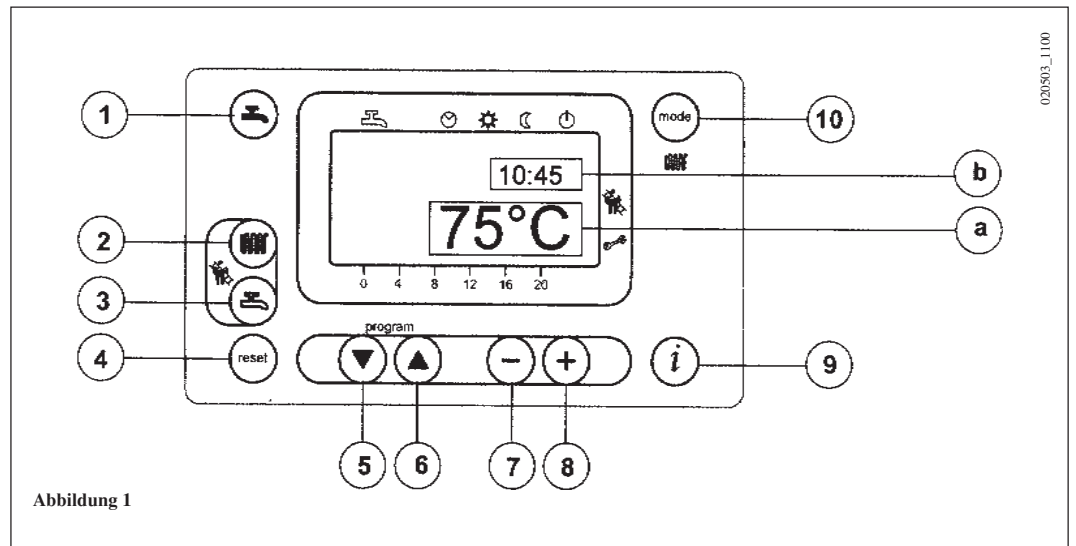

Abbildung 1
- Für die Einstellung der Heizwassertemperatur die Taste  (2- Abbildung 1) drücken;
- Eine der zwei Tasten   (1 oder 10 - Abbildung 1) drücken, um die Eingabe zu speichern und zum Hauptmenü zurückzukehren.
Anmerkung – Mit angeschlossenem Außentemperaturfühler kann mit der Taste  (2 – Abbildung 1) die Heizkurve verschoben werden. Die Tasten   drücken, um die Raumtemperatur zu verringern bzw. zu erhöhen
- Für die Einstellung der max. Brauchwassertemperatur die Taste  (3- Abbildung 1) drücken;
Bei Auftreten einer Betriebsstörung erscheint am Display ein blinkender Fehlercode. Am Hauptdisplay (Abbildung 1 a) erscheinen die Störungsanzeigen zusammen mit dem Symbol  (Abbildung 4). Die Rücksetzung erfolgt mit der Resettaste  die mindestens zwei Sekunden lang gedrückt werden muss.
Am Zweitdisplay (Abbildung 1 b) blinken die Störungsanzeigen abwechselnd mit der Uhrzeit (Abbildung 4.1). Die Störungsmeldungen, die am Zweitdisplay erscheinen, können nicht rückgesetzt werden, da zuerst die Ursache für die Auslösung der Störung beseitigt werden muss.